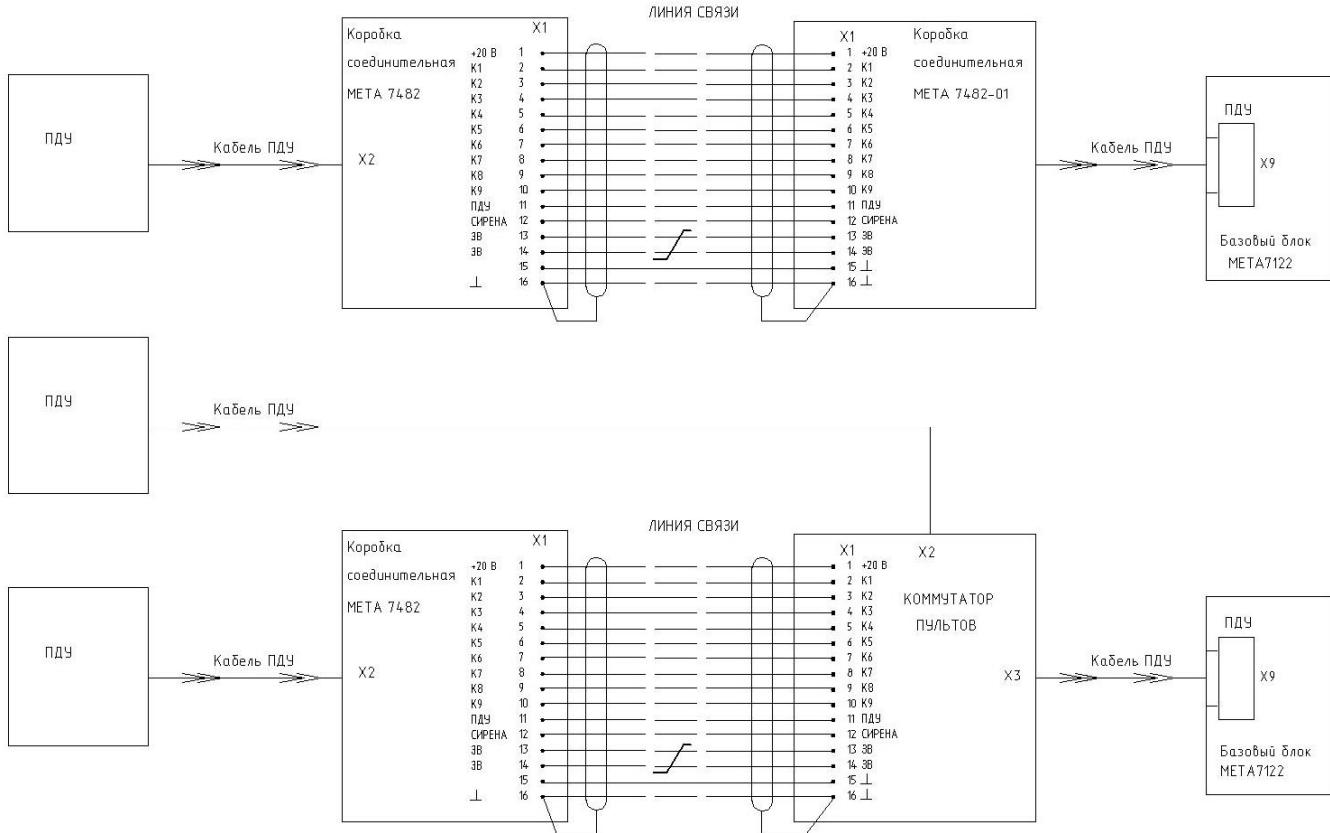

Рис.1 Схема подключения ПДУ
7.4. ПДУ подключается своим кабелем к усилителю, либо через соединительные коробки пульта. Лучше соединять коробки кабелем TASKER C187 8x2 D9, так как при этом длина связи с УМ может быть значительно большей, чем 100м, однако можно и любым проводом сечением 0,2 и выше, но повода ЗВ (конт. 13, 14), при длине более 30м, желательно прокладывать экранированным проводом, например КММ2 0,12 мм². При использовании второго пульта применяется коммутатор ПДУ. Установка приоритета между пультами производится джамперами в коммутаторе ПДУ. Установив джамперы на штыри X4, X6, X8, пульту, подключенному к X1 присваивается высший приоритет. Установив джамперы на штыри X5, X7, X9, пульту, подключенному к X2 присваивается высший приоритет. Схема подключения ПДУ через коммутатор пультов показана на рис.1 Подключение ПДУ к блоку должно происходить только при отключенном основном и резервном питании